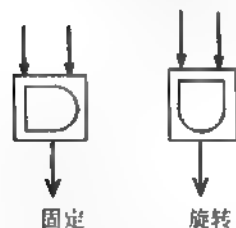

图 7.36 模块图标固定与旋转
- **旋转(Rotation):** 当模块旋转或者空翻(就是上下端口不变，左右端口变化)时，可以设定图标是否也跟着变化还是保持方向不变。默认情况下是不随模块的旋转而变化。例如，对 AND 模块进行旋转时，设定为固定(Fixed)或者旋转(Rotates)，如图 7.36 所示。